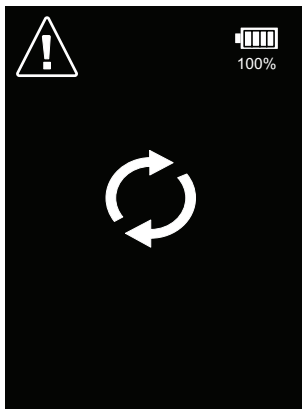

Fig. 16: Schermata del messaggio Sensor clearing (Azzeramento del sensore)
- Rimuovere il sensore tirandolo delicatamente fuori dalla presa (vedere la Fig. 16). Non ruotare il sensore mentre lo si rimuove.
- Riposizionare il sensore allineando la tacca di scanalatura del sensore con il rilievo sul supporto della presa del sensore (vedere la Fig. 16).
- Rimuovere il vecchio sensore tirandolo fuori dalla presa (vedere la Fig. 16). Non ruotare il sensore mentre lo si rimuove.
- Rimuovere il nuovo sensore (che comprende punta e filtro nuovi) dalla confezione e posizionarlo allineando la tacca di scanalatura del sensore con il rilievo sul supporto della presa del sensore (vedere la Fig. 16).